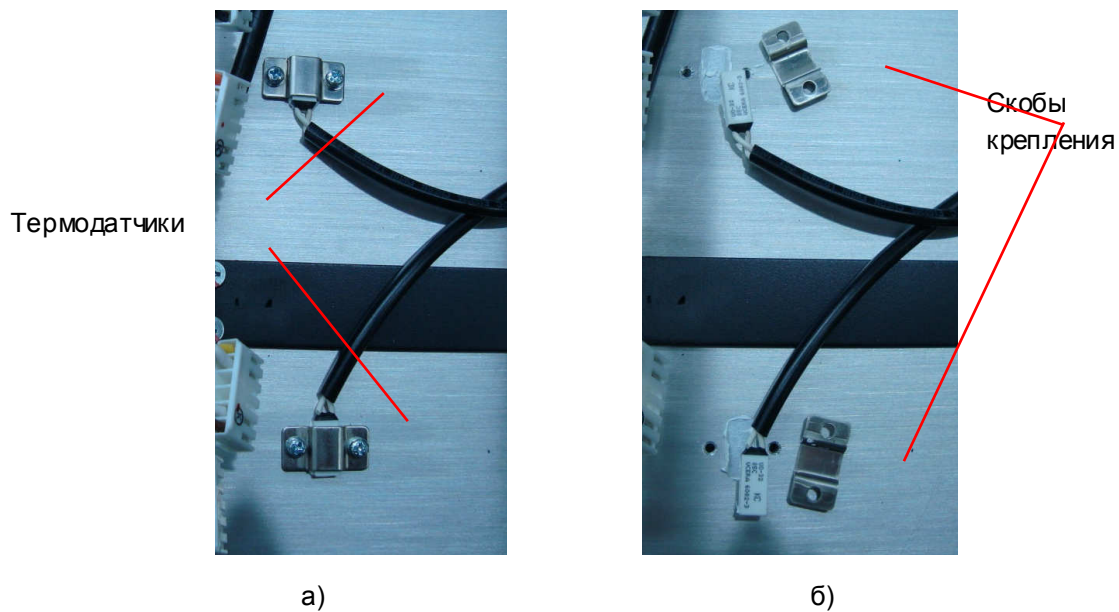

Рис. 6.33.
6.19.1. Выкрутить по 2 винта крепления каждого термодатчика к радиатору (рис. 6.33а). Демонтировать термодатчики вместе со скобами крепления (рис. 6.33б) и положить их в тару.